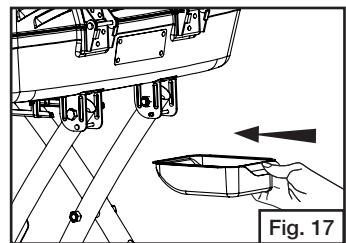

Fig. 17
- Installez le plateau ramasse-gouttes sous la partie inférieure arrière du gril. (Fig. 17)